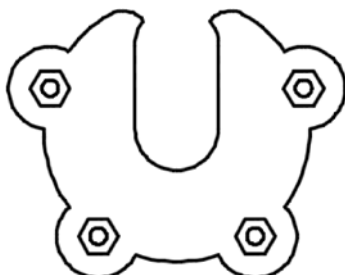

图 4-4 指定其他放置位置
完成复制操作创建多个复制副本, 结果如图 4-4 所示。在该复制操作中, 如果没有选择“多个 (M)”选项, 那么复制模式为“单个”, 一次操作只能创建一个复制副本, 这样便需要多次执行“复制”命令操作。